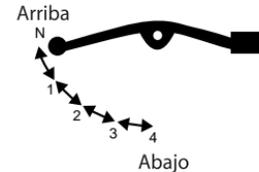

Imagen 19. Cambio de velocidades
8. Seguir el mismo proceso para meter el siguiente cambio de velocidad. Ver *imagen 19*.
11. Seguir el mismo proceso para meter un cambio de velocidad inferior. Ver *imagen 19*.